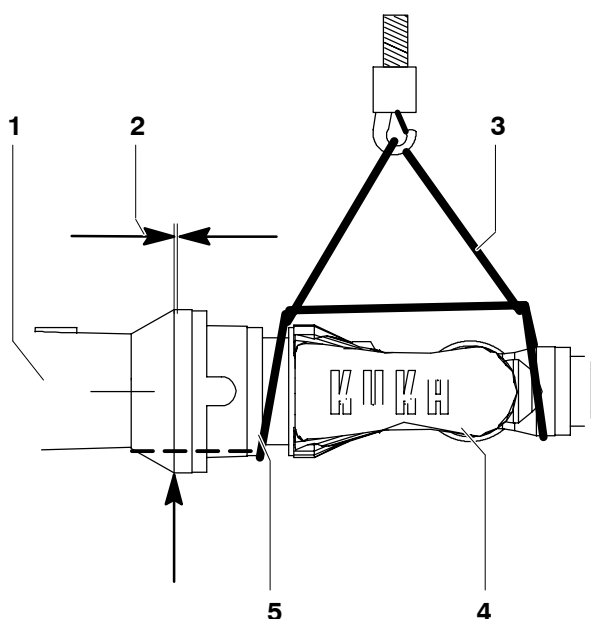

Fig. 115 Démontage et montage du poignet en ligne
- (3) Bloquer le poignet en ligne (Fig. 115/4) avec un dispositif de levage (3) ou, si ce n'est pas possible, avec une cale par le bas.
- (3) Serrer en croix 16 vis à six pans creux M6x25-10.9 (Fig. 115/5) en travaillant avec une clé dynamométrique jusqu'à l'obtention du couple de serrage M_A prescrit en procédant par étapes ($M_A = 15 \text{ Nm}$).
- (4) Procéder au réglage du point zéro des axes 4, 5 et 6 (voir manuel logiciel KR C4, chapitre "Mise en service", paragraphe "Calibration/Décalibration" du robot).